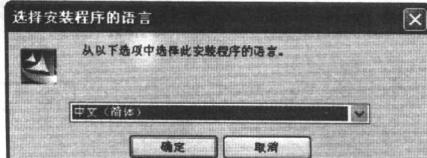

图 1-7 “选择安装程序的语言”对话框
(1) 在安装主界面上选择 Install NX，单击 Install NX 按钮，打开如图 1-7 所示的“选择安装程序的语言”对话框。